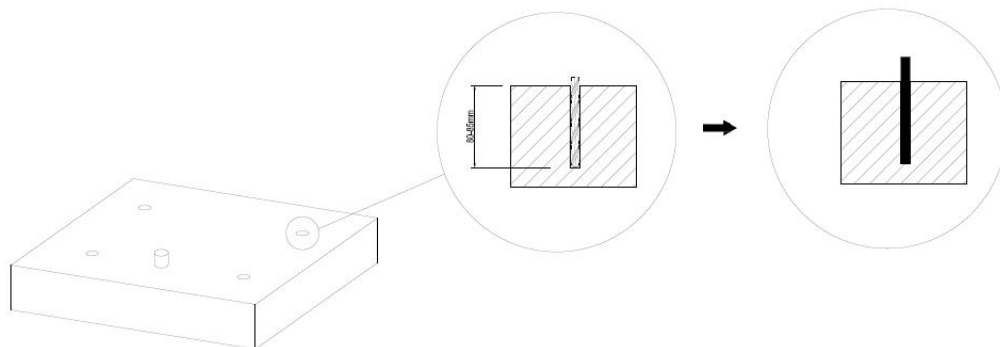

图 9
- 用锤子将 4 个 M12*80mm 的膨胀螺栓敲入孔中，然后拧紧螺栓使其膨胀固定在孔内，再将螺母和垫片松开拿出。（如图 9）